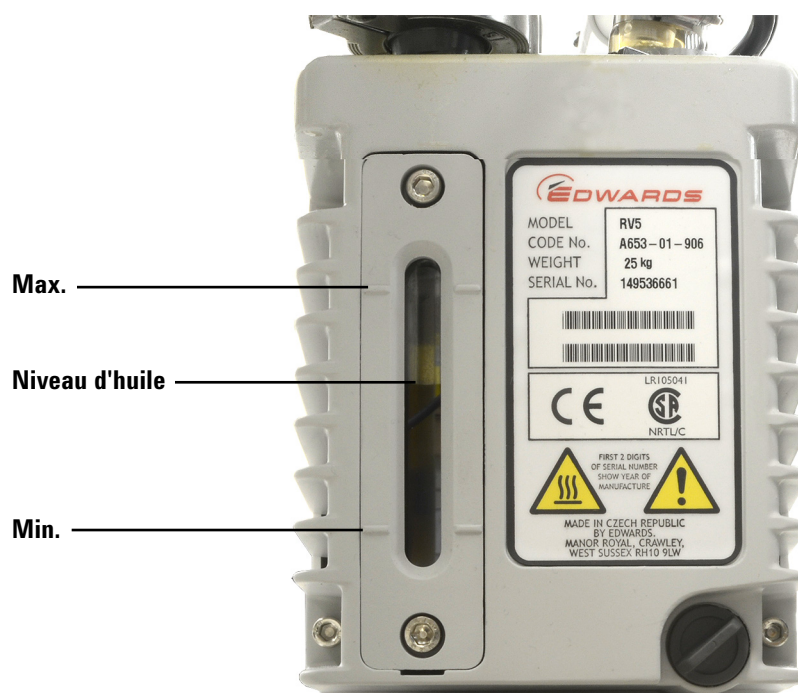

Figure 12 Vérification du niveau d'huile
- 4 Versez la nouvelle huile jusqu'à ce qu'elle atteigne pratiquement le niveau maximal indiqué sur la fenêtre de niveau, mais sans le dépasser. (Voir Figure 12, page 79.)
- 6 Versez la nouvelle huile jusqu'à ce qu'elle atteigne pratiquement le niveau maximal indiqué sur la fenêtre de niveau, mais sans le dépasser. (Voir Figure 12, page 79.)